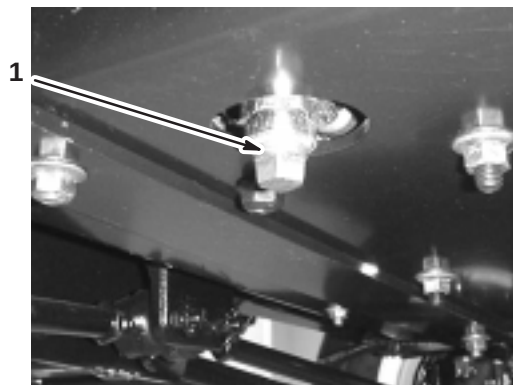

Figure 32
5. Enlevez le bouchon de vidange (Fig. 32).